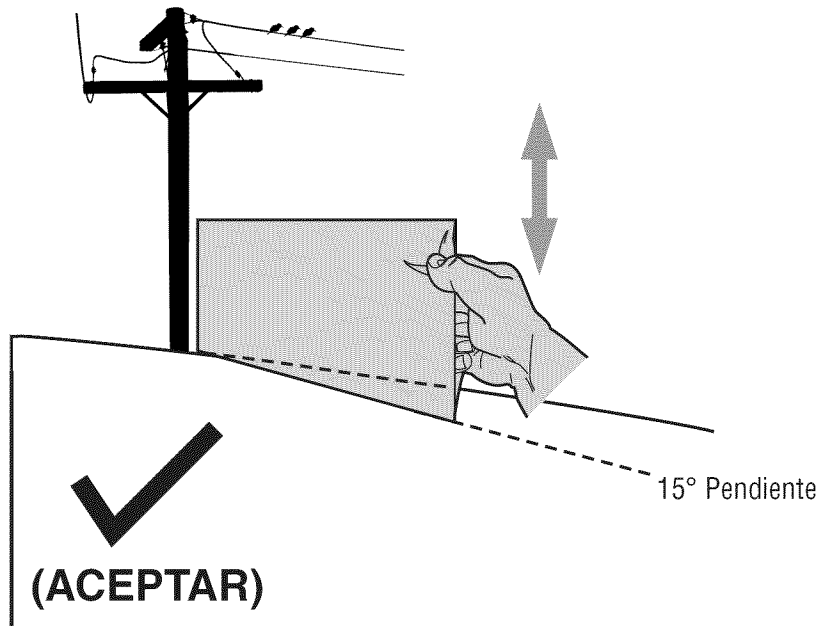
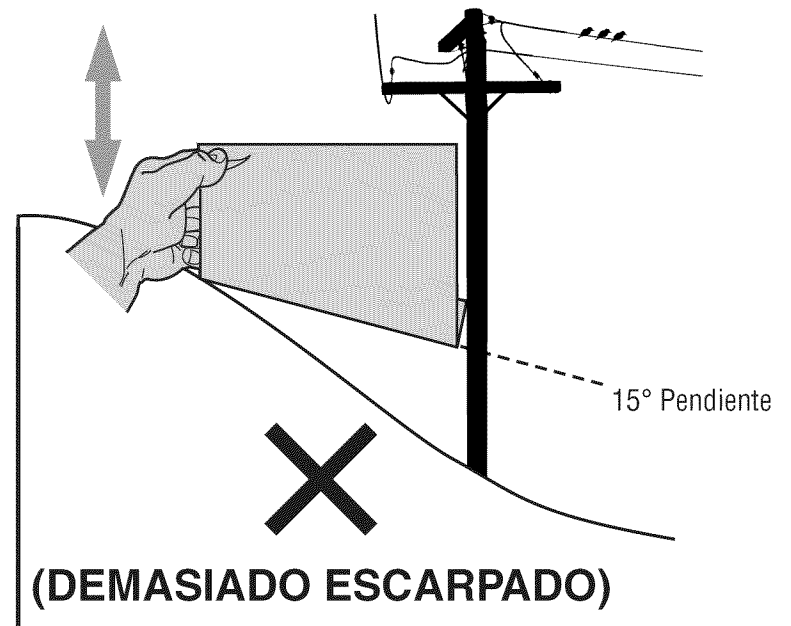

Figura 1
Figura 2
3. Alinee cada lado de pendiente de calibre con el objeto vertical (consultar Figura 1 and Figura 2 ).
4. Ajuste el pendiente de calibre arriba o hacia abajo hasta los toques esquina izquierda el pendiente (consultar Figura 1 and Figura 2).